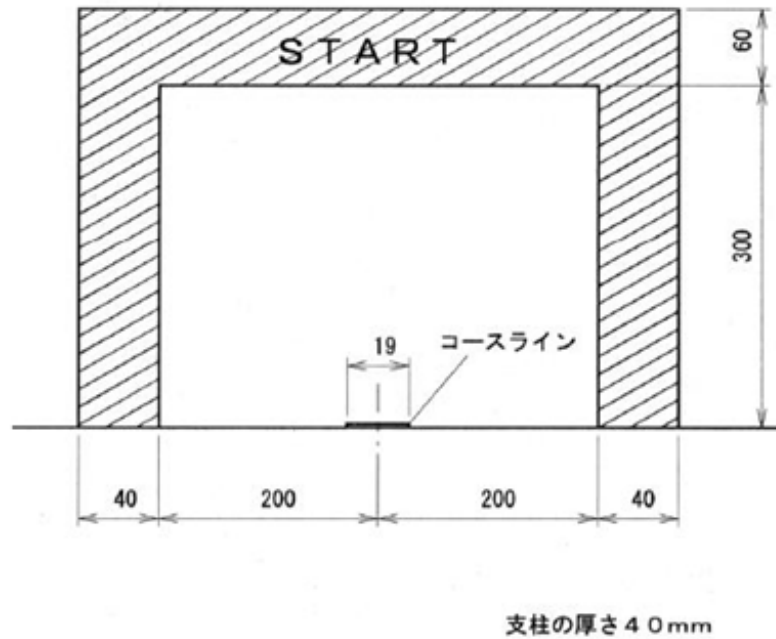

図6 スタートゲートの形状
- 1) スタートゲートは図 6 の形状とし、床面に固定される。